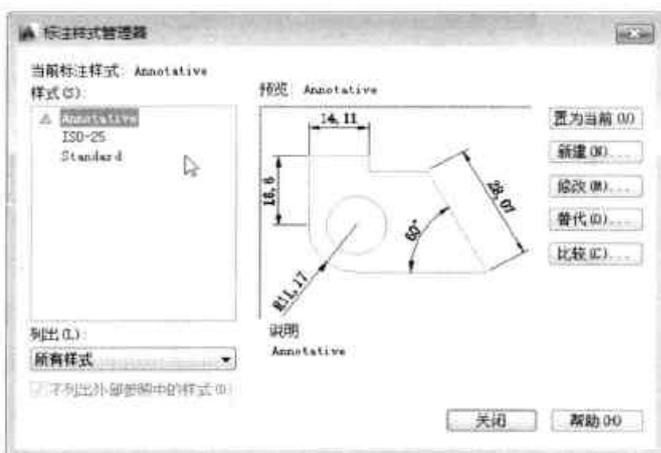

图9-21 完成删除
Step 04 返回上一层对话框，此时多余的样式已被删除，如图9-21所示。